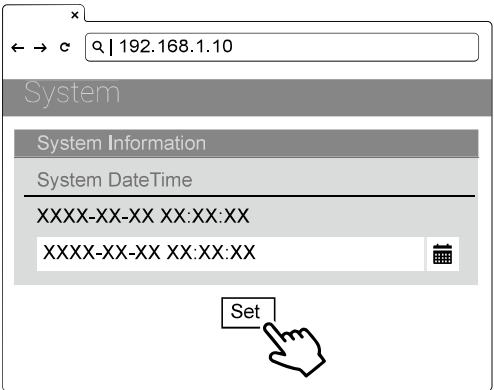

Abbildung 42. Datum/Urzeit einstellen
5) Wählen Sie SET und warten Sie, bis das Fenster zur Bestätigung des Abschlusses erscheint. Siehe Abbildung 42.